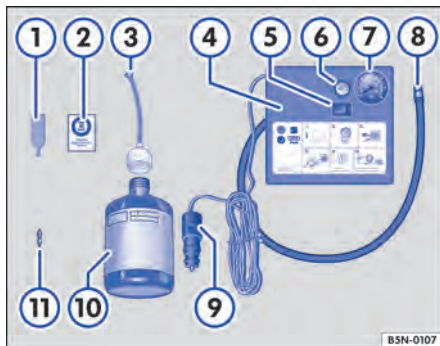

Fig. 237 Representação esquemática: componentes do kit de reparo dos pneus.
O kit de reparo dos pneus encontra-se no compartimento de bagagem sob o revestimento do assoalho. Ele é composto pelos seguintes componentes ⇒ Fig. 237:
13. Colar a etiqueta adesiva ⇒ Fig. 237  do kit de reparo dos pneus no painel de instrumentos, no campo de visão do condutor.
- Com a chave para remoção do elemento da válvula ⇒ Fig. 237 , desrosquear o elemento da válvula do pneu e colocá-lo sobre uma superfície limpa.
- Agitar a garrafa para enchimento dos pneus ⇒ Fig. 237  algumas vezes com força.
- Rosquear a mangueira de enchimento ⇒ Fig. 237  com firmeza no sentido horário sobre a garrafa para enchimento dos pneus. A película na tampa é perfurada automaticamente.
- Remover o bujão da mangueira de enchimento ⇒ Fig. 237  e introduzir a extremidade aberta totalmente na válvula do pneu.
- Rosquear novamente o elemento da válvula com a chave para remoção do elemento da válvula ⇒ Fig. 237  na válvula do pneu.
- Rosquear a mangueira de enchimento dos pneus ⇒ Fig. 237  do compressor de ar com firmeza na válvula do pneu.
- Verificar se o parafuso de sangria de ar ⇒ Fig. 237  está fechado.
- Encaixar o conector do cabo ⇒ Fig. 237  em uma tomada 12 V do veículo ⇒ Página 186.
- Ligar o compressor de ar com o interruptor LIGA-DESLIGA ⇒ Fig. 237 .
Reconectar a mangueira de enchimento dos pneus ⇒ Fig. 237  e ler a pressão dos pneus, no indicador da pressão dos pneus .